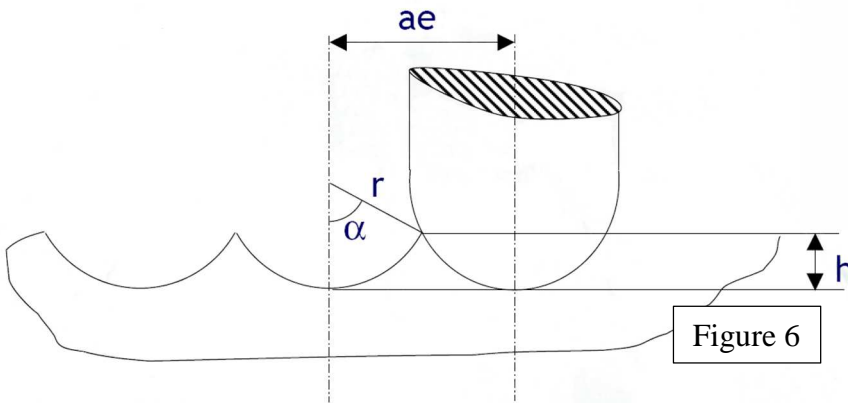

Figure 6
**III.1.** La surface bombée est considérée quasiment plane (Figure 6). Quelle est la relation entre la prise de passe  $ae$ , le diamètre  $D$  de l'outil hémisphérique utilisé et la hauteur de crête  $h$